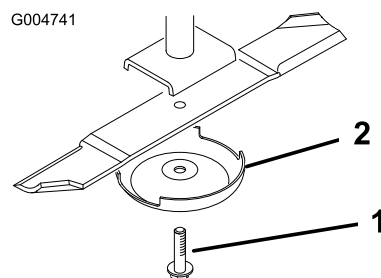

Figura 116
3. Togliete il bullone, la coppa antistrappo e la lama dall'asse del mandrino (Figura 116).